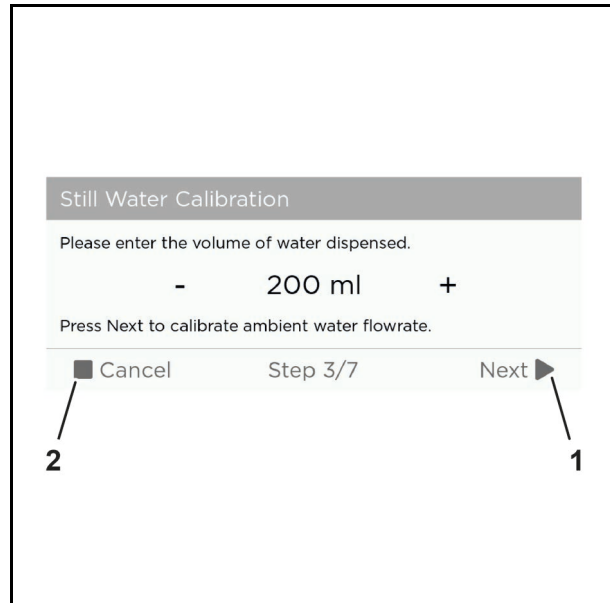

Abb. 59 Beispielgrafik
6. Tippen Sie auf die Schaltfläche "Next" (Abb. 59/1), um mit der Kalibrierung fortzufahren oder "Cancel" (Abb. 59/2), um die Kalibrierung abzubrechen.